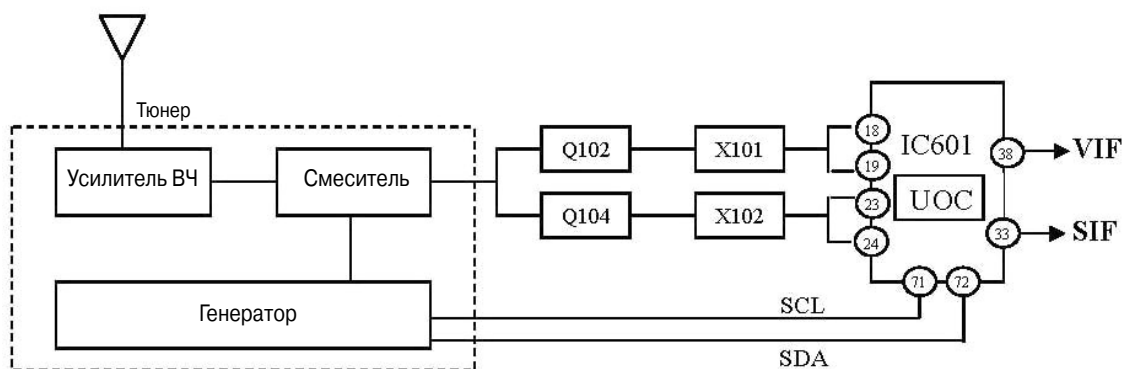

Рис. 2.0
1. Назначение тюнера состоит в преобразовании телевещательного сигнала метрового и дециметрового диапазонов в сигнал промежуточной частоты (38.0 МГц) [Рис. 2.0].
1. Выходной сигнал AFT поступает из UOC по шине I²C [Рис. 2.0].